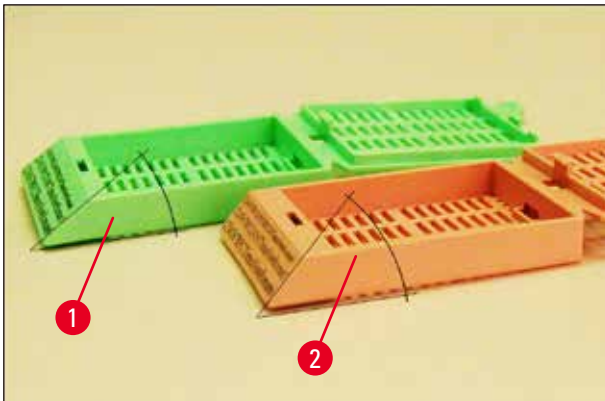

図 8
- 下図(→ "図 8")に示すように、カセットには、印字面の角度(底面を基準に測った角度)が 35°(→ "図 8-1")と 45°(→ "図 8-2")の 2 種類があり、角度によって印字可能面の大きさが異なります。